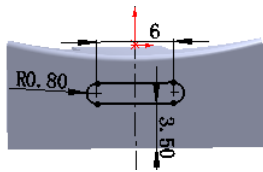

图 3.10 横断面草图
② 定义横断面草图。在草图环境中绘制图 3.10 所示的横断面草图。
(3) 定义切除深度属性。在“切除-拉伸”对话框 **方向 1** 区域的 下拉列表中选择 **给定深度** 选项，选中 ☒ **与厚度相等(L)** 复选框与 ☒ **正交切除(N)** 复选框。其他采用系统默认设置值。
(4) 单击 按钮，完成切除一拉伸 2 的创作。